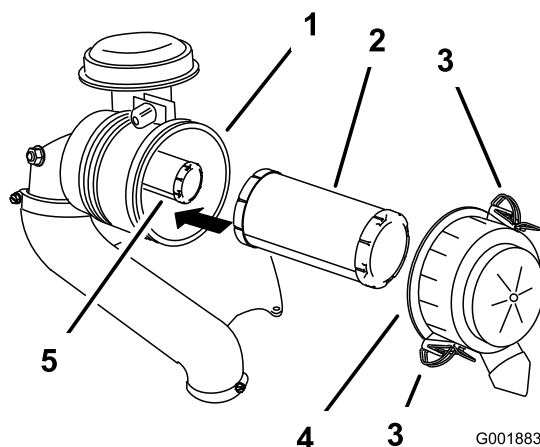

Figura 32
3. Abra los cierres del limpiador de aire y tire de la tapa de la entrada de aire para separarla del cuerpo del limpiador de aire (Figura 32).
- Extraiga con cuidado el filtro primario del cuerpo del limpiador de aire (Figura 32).
- Si va a cambiar el filtro de seguridad, deslícelo cuidadosamente en el cuerpo del filtro (Figura 32).
- Deslice cuidadosamente el filtro primario por encima del filtro de seguridad (Figura 32).
- Instale la tapa del limpiador de aire con el lado marcado **up** hacia arriba y fije los cierres (Figura 32).